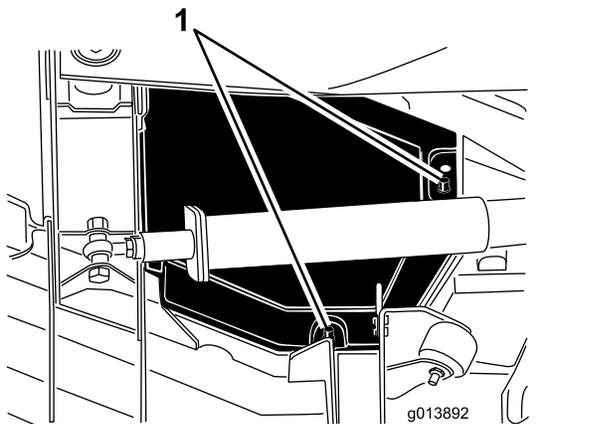

Figure 74
4. Soulevez les bords arrière et intérieur du capot pour le dégager des supports de montage (Figure 74).